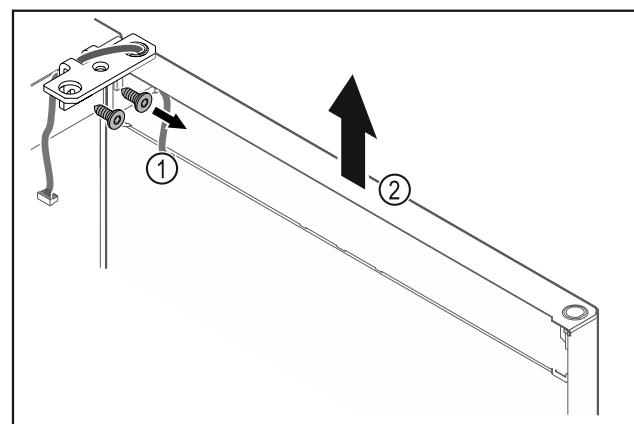

Fig. 26
- Odvijte kotnik tečaja vrat Fig. 26 (1).
- Vrata s kotnikom tečaja Fig. 26 (2) dvignite za približno 200 mm navzgor in jih snemite.